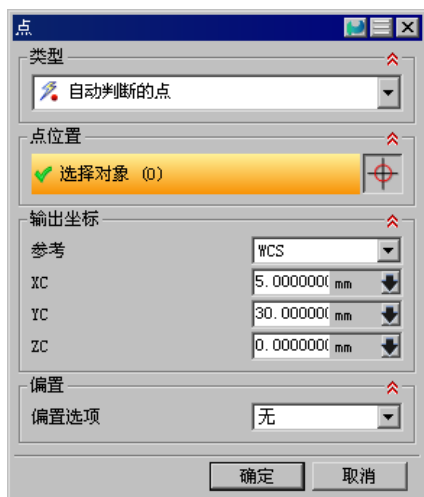

图 9.19 “点”对话框
Step2. 在“非切削移动”对话框中选择 **逼近** 选项卡，然后在 **逼近刀轨** 区域 **刀轨选项** 下拉列表中选择 **点** 选项，然后单击“点对话框”按钮，系统弹出“点”对话框，在该对话框设置图 9.19 所示的参数，单击 **确定** 按钮。